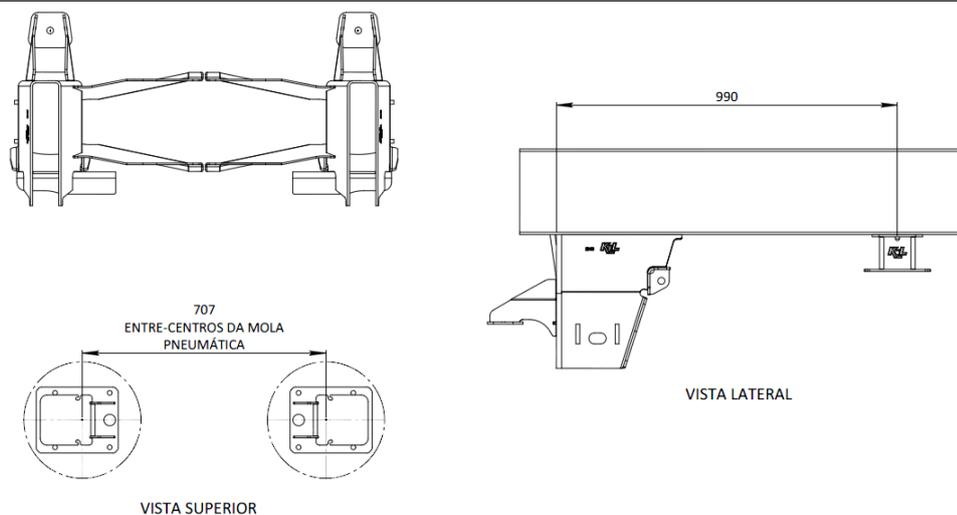

Figura 08: Localização do apoio da mola pneumática
1. A figura 08 mostra a localização onde o apoio da mola pneumática deve ser instalado.
3. Ponteie os conjuntos de apoio da mola pneumática na viga da base. Evite pontear nos cantos do apoio ou na região onde a solda irá iniciar ou terminar. Verifique novamente a posição do apoio (figura 08). Observe as recomendações para solda.